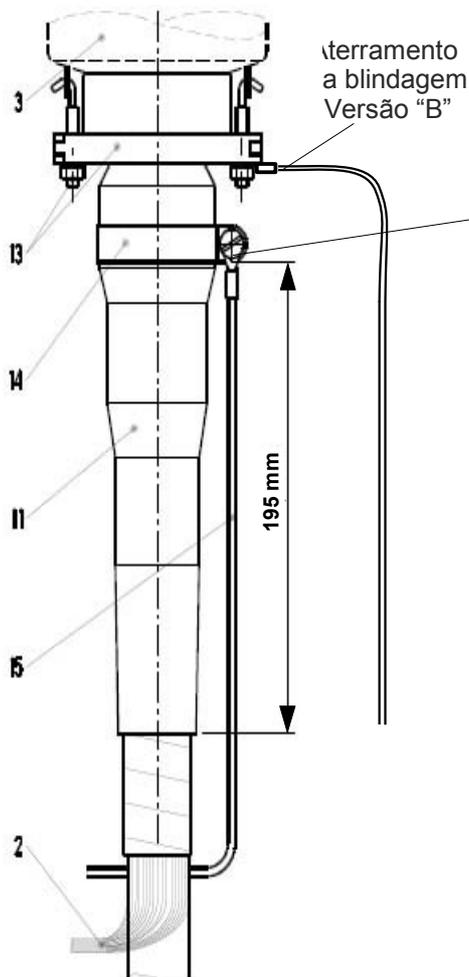

FIGURA 6
Monte a terminação conforme indicado na figura 6 e aperte os parafusos de fixação do flange (13).